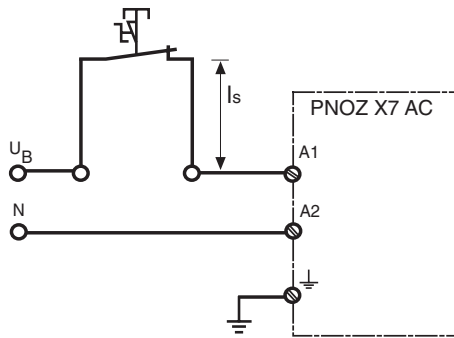

Fig. 4: Longitud de cable  $I_s$  del conductor de derivación/
- Conductor de derivación (v. fig. 4): longitud máx. del conductor de derivación  $I_s$  y capacidad máxima del cable  $C_L$  dependiendo de la tensión de alimentación  $U_B$ :
- Stub line (v. fig. 4): max. lungh. stub line  $I_s$  e max. capacità cavo  $C_L$  in base alla tensione di alimentazione  $U_B$ :
- Aftakking (zie fig. 4): max. lengte van de aftakking  $I_s$  en max. kabelcapaciteit  $C_L$  afhankelijk van de voedingsspanning  $U_B$ :